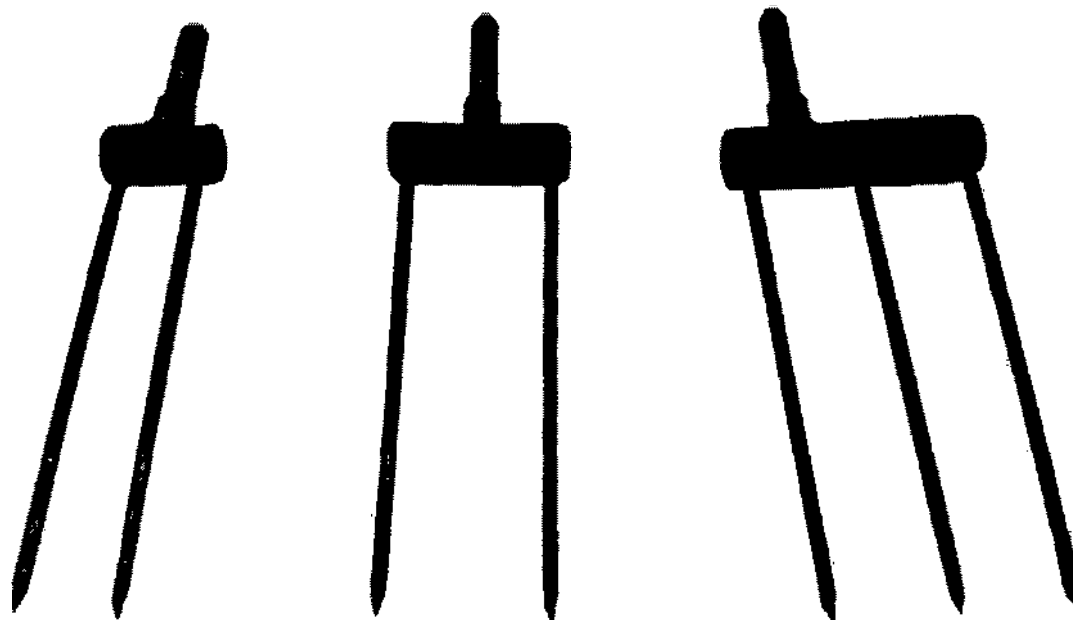

Рисунок 24 – Системы многоэлектродные монополярные линейные.
3.8.5 Система многоэлектродная монополярная линейная (рис. 24) и круговая (рис. 25) – предназначены для использования при резекции.